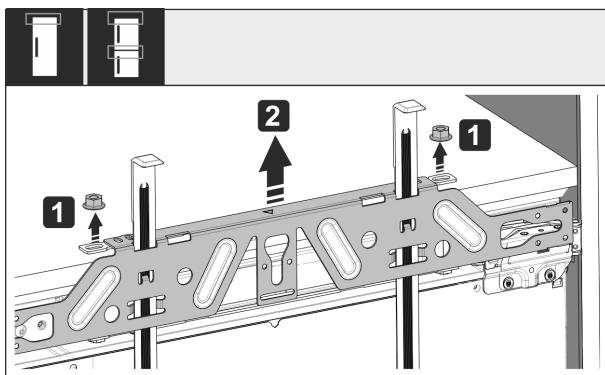

Fig. 58
- ▶ Odvijte protimatic Fig. 58 (1).
- ▶ Snemite pritrdilni prečnik Fig. 58 (2).